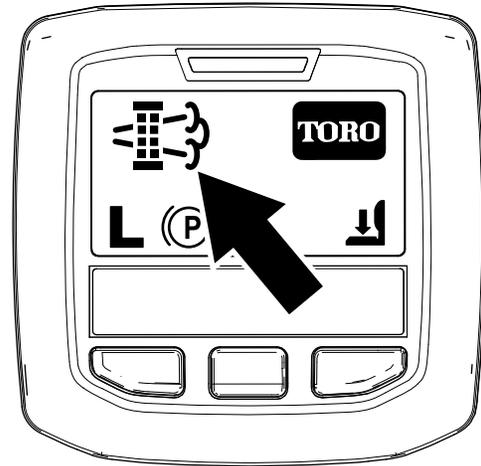

Рисунок 70
- Когда компьютер двигателя запрашивает стационарную или восстановительную регенерацию, на дисплее инфо-центра появляется значок запроса на регенерацию (Рисунок 70).